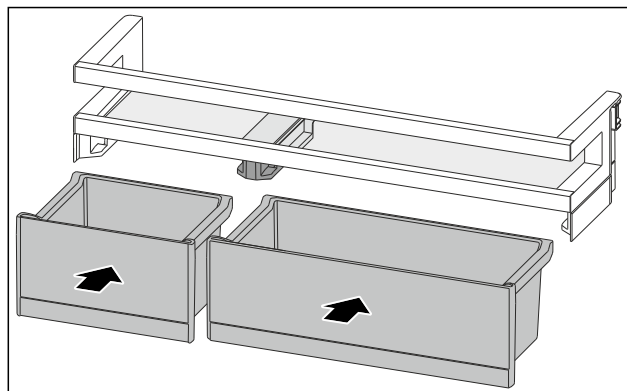

Fig. 147
- Vendosni kutitë VarioBox në rendin e kundërt. (shihni Fig. 147)